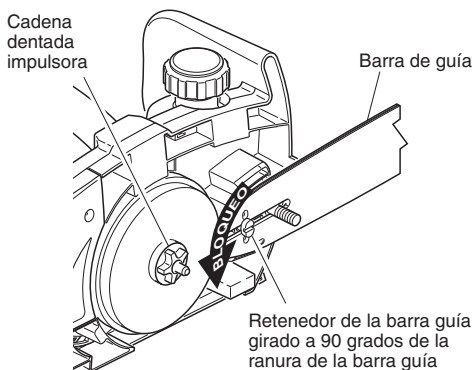

Figura 5 - Bloqueo del retenedor de la barra guía
5. Gire el retenedor de la barra guía 90 grados como se muestra en la Figura 5.